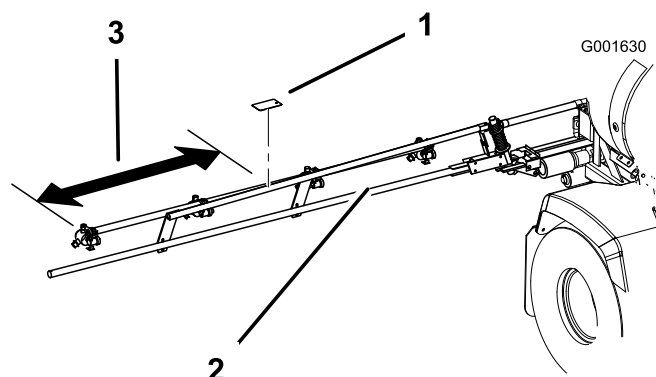
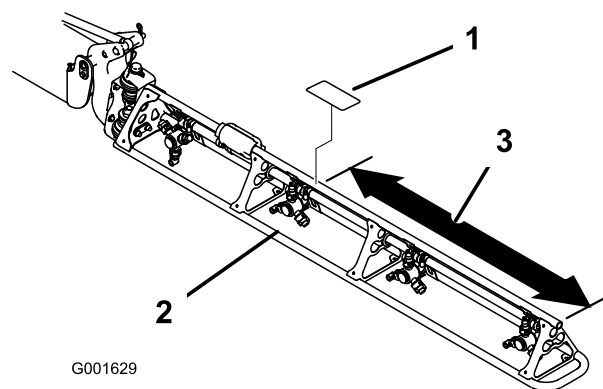

図 13
図 14
1. 図 13 または 図 14 に示すようにブーム
貼り付ける (図 13 または 図 14)。